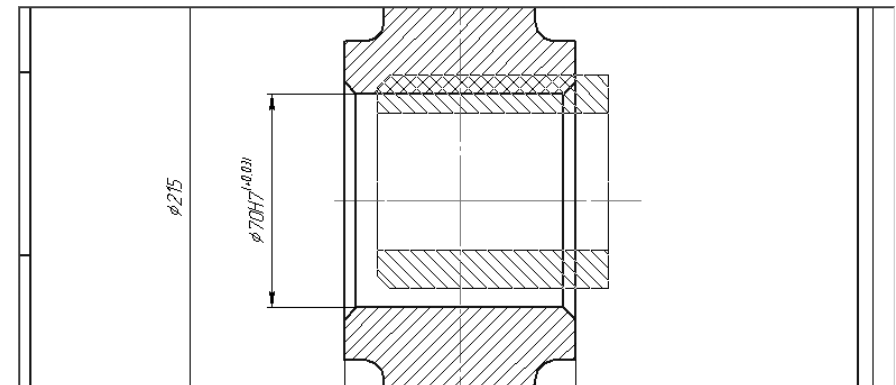

Рис. 6.5. Процесс установка **Втулки** в отверстии **Ролика**
- переместите указатель курсора, а вместе с ним и фантом втулки, в среднюю точку левой бобышки **Ролика**. Возможное состояние системы показано на рис. 6.5.